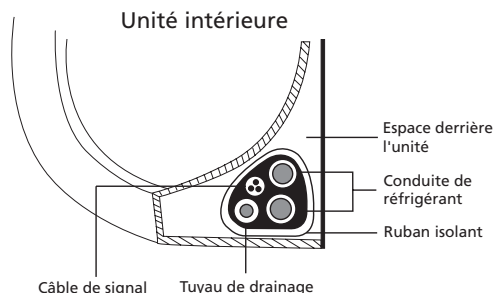

Fig. 3.12
1. Réunissez le tuyau d'évacuation, les conduites de réfrigérant et le câble de signal comme illustré sur la **Fig. 3.12**.
3. À l'aide d'un ruban isolant, enveloppez fermement ensemble le câble de signal, les conduites de réfrigérant et le tuyau d'évacuation. Revérifiez que tous les éléments sont bien réunis conformément à la **Fig. 3.12**.